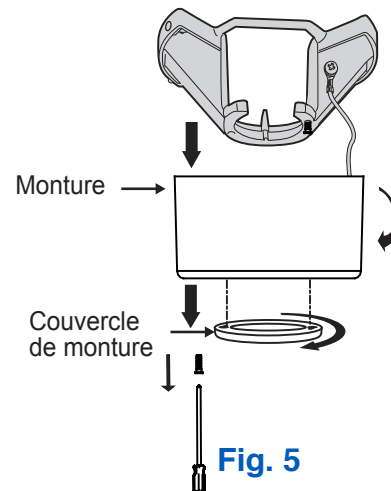

Fig. 5
Étape 1. Retirez le couvercle décoratif inférieur de la monture en le tournant dans le sens inverse des aiguilles d'une montre. (Fig. 5)
Étape 2. Retirez le support de montage au plafond de la monture en retirant (et conservant) l'une des deux vis. Desserrez la vis restante d'un demi tour. (Fig. 5)